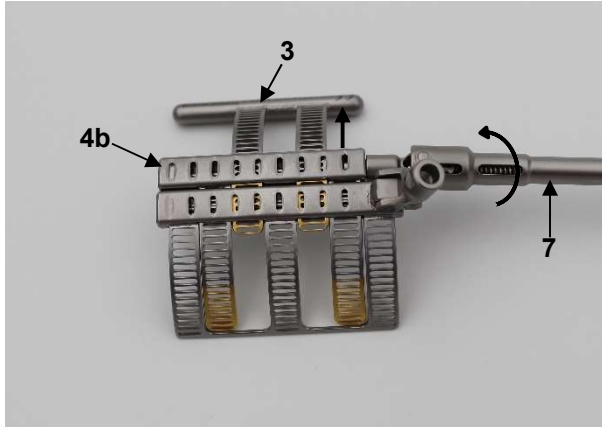
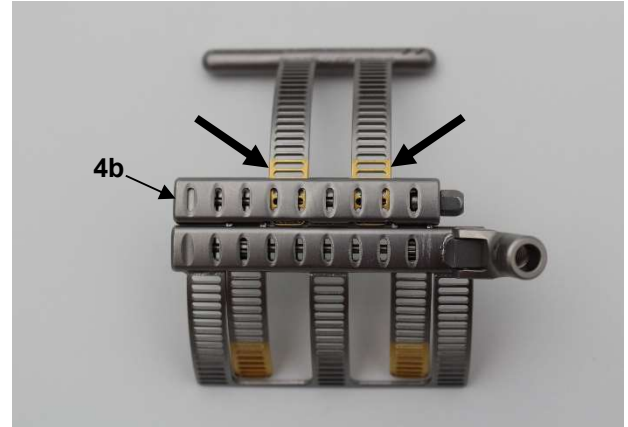

Abb. 2a
Abb. 2b
Hierfür die Außensechskantschraube an dem Kastenmodul des primären Elements (4b) mithilfe des Kardan Schraubendrehers LMT-4 (7) im Uhrzeigersinn drehen (Abb. 2a) bis die ersten beiden goldfarbigen Langlöcher aus dem Kastenmodul des primären Elements (4b) ausgefahren sind, wie in Abbildung 2b zu sehen.